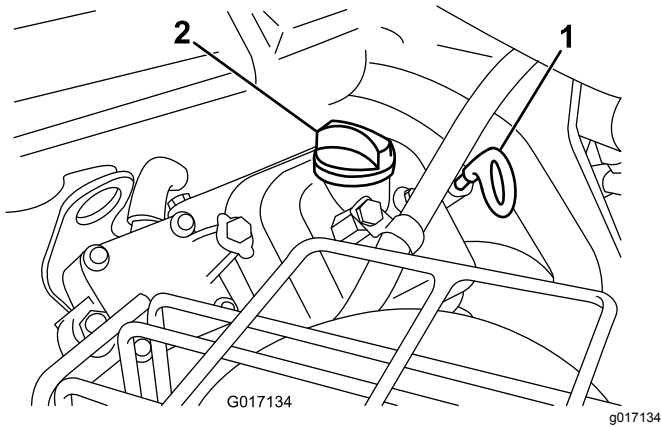

Figura 38
- Retire a vareta e limpe-a com um pano limpo. Volte a colocar a vareta no tubo e verifique se está completamente introduzida (Figura 38).